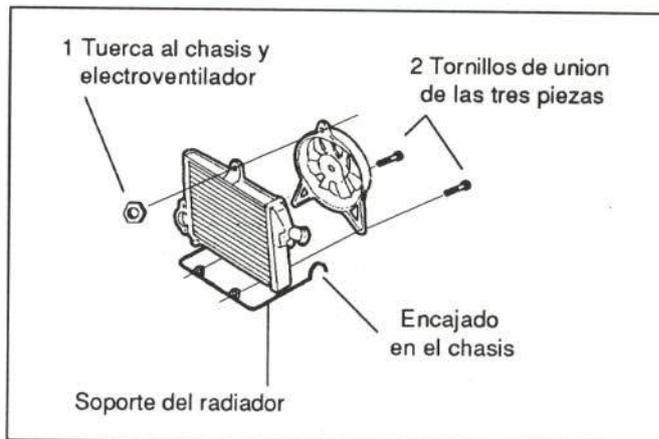

Figura 35.- Unión del radiador
- Radiador con electroventilador (figura 35)